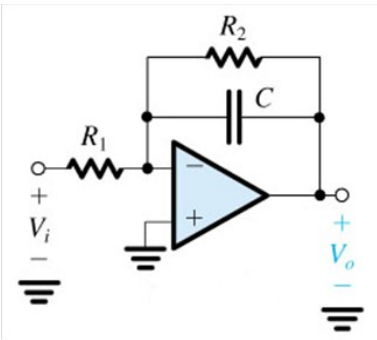

Fig. 1
1) Projete um filtro passa-baixas (PB) de 1ª ordem, utilizando o circuito RC com AMPOP ideal mostrado na Fig.1, com as seguintes especificações: frequência de corte superior  $\omega_0=10^3$  rad/s, módulo da impedância de entrada  $|Z_i|=10\text{k}\Omega$  e ganho CC igual a 10. Obter a função de transferência do filtro  $H(s)=V_o(s)/V_i(s)$ .